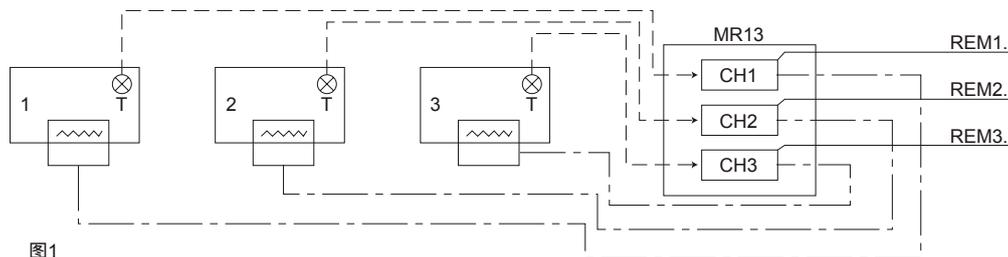

图1
b. 通过外部输入模拟信号可远程设置（REM）SV值，如下图1和2所示。